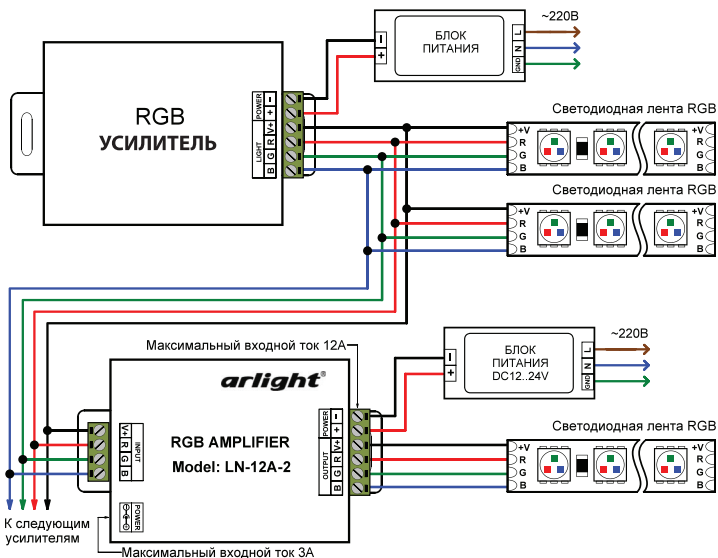

Рис.1. Схема подключения
- 3.3. Подключите светодиодную ленту или другой светодиодный источник света к выходу OUTPUT усилителя согласно маркировке, соблюдая полярность и порядок подключения проводов RGB (Рис. 1).